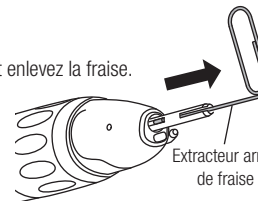

Fig. 4
2) Insérez l'extracteur d'arrêt de fraise fourni dans la griffe. Retirez l'arrêt de la fraise en accrochant l'extracteur à la fente de l'arrêt de la fraise. (Fig. 4)